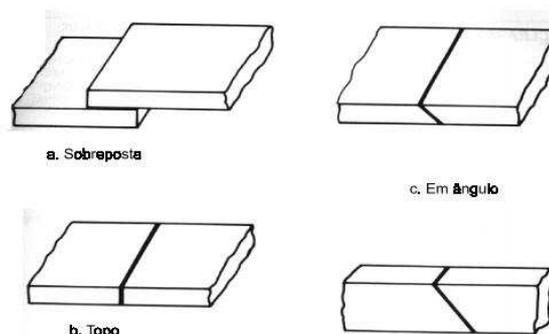

Figura 7: tipos de juntas brasadas.
- Tipos de juntas brasadas: são as configurações em que os materiais base serão brasadas. Pode-se verificar alguns tipos de juntas brasadas na figura 7.